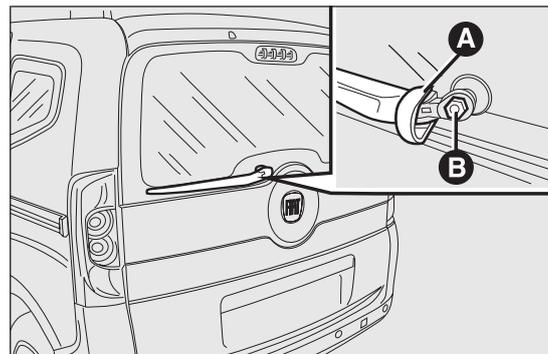

fig. 189
- sollevare la copertura A fig. 189 e smontare il braccio dal veicolo, svitando il dado B che lo fissa al perno di rotazione;